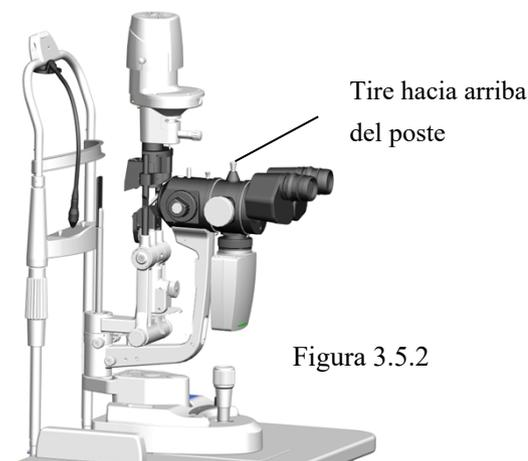

Figura 3.5.2
- Al capturar imágenes, asegúrese de que la palanca del divisor de haz esté en la posición levantada. En este punto, se puede capturar la imagen del microscopio y el paso de luz a través del ocular disminuirá y el brillo del campo de visión disminuirá (consulte la Figura 3.5.2).